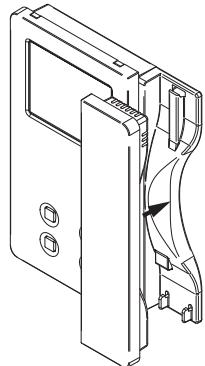

Fig. 9
- Rebrancher le combiné et l'accrocher comme illustré sur la **Fig. 9**.